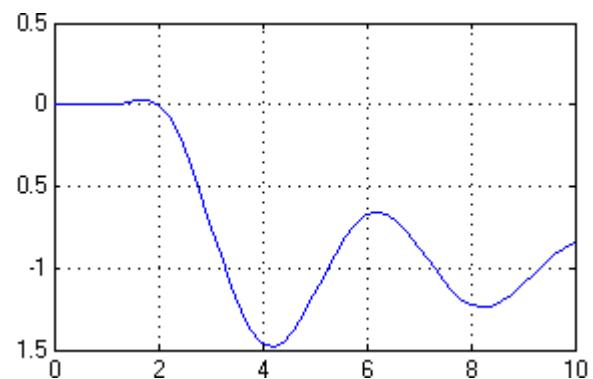

图 2-6 开环系统的阶跃响应曲线
(7) 再进行仿真，即可得到如图 2-6 的开环系统阶跃响应曲线。